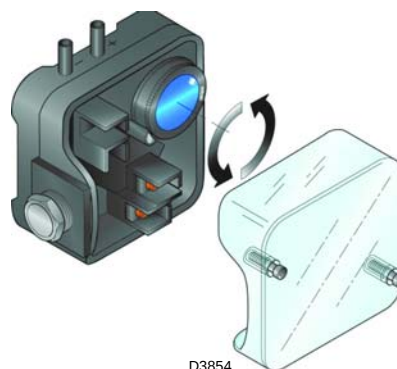

Abb. 27
- Den Luft-Druckwächter auf den Skalenanfangswert (Abb. 27) einstellen.